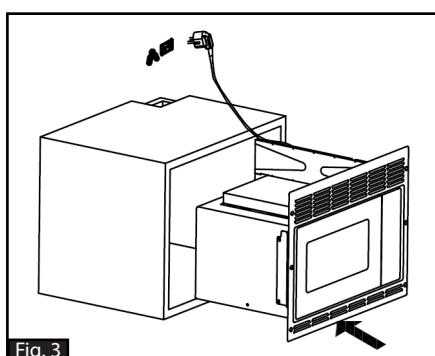

Fig. 3
4. Placer le four à micro-ondes dans l'ouverture de l'armoire (Fig. 3).